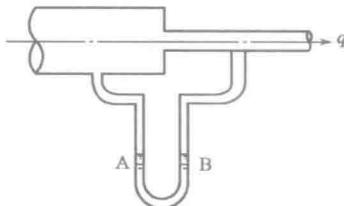

图 1-11
**【例 1-4】** 如图 1-11 所示, 断面突然缩小管道通过黏性恒定流, 管路装有 U 形管水银差压计, 判定差压计中水银液面为: